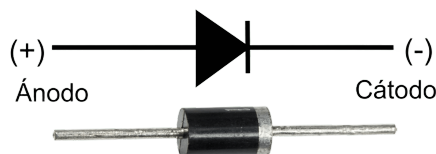

Figura 1: símbolo eléctrico e imagen de un diodo de uso común.
Un diodo rectificador es un dispositivo semiconductor que permite que la corriente fluya en una dirección e impide el paso de corriente en la dirección opuesta. Los diodos también se conocen como rectificadores porque cambian corriente alterna (CA) a corriente continua (CC) pulsante. Estos dispositivos se clasifican según su tipo, voltaje y capacidad de corriente. El símbolo de un diodo es como se observa en la figura 1.